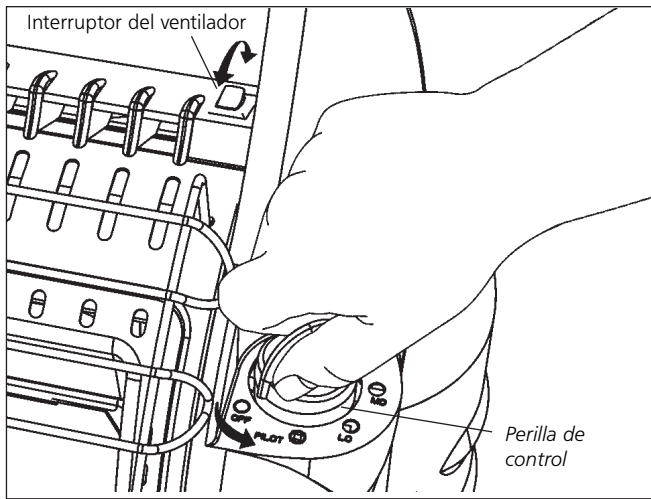

Figura 1
- Asegúrese de que la perilla de control de cinco posiciones esté en la posición "OFF" (apagado); ver Figura 1.
- Para aumentar la circulación de calor, coloque el interruptor rojo del ventilador en ON (encendido). El interruptor del ventilador está ubicado justo a la izquierda de la perilla de control, al lado del soporte manual. Ver Figura 1.
- Asegúrese de que la perilla de control de cinco posiciones esté en la posición "OFF" (apagado); ver Figura 1, a la izquierda.